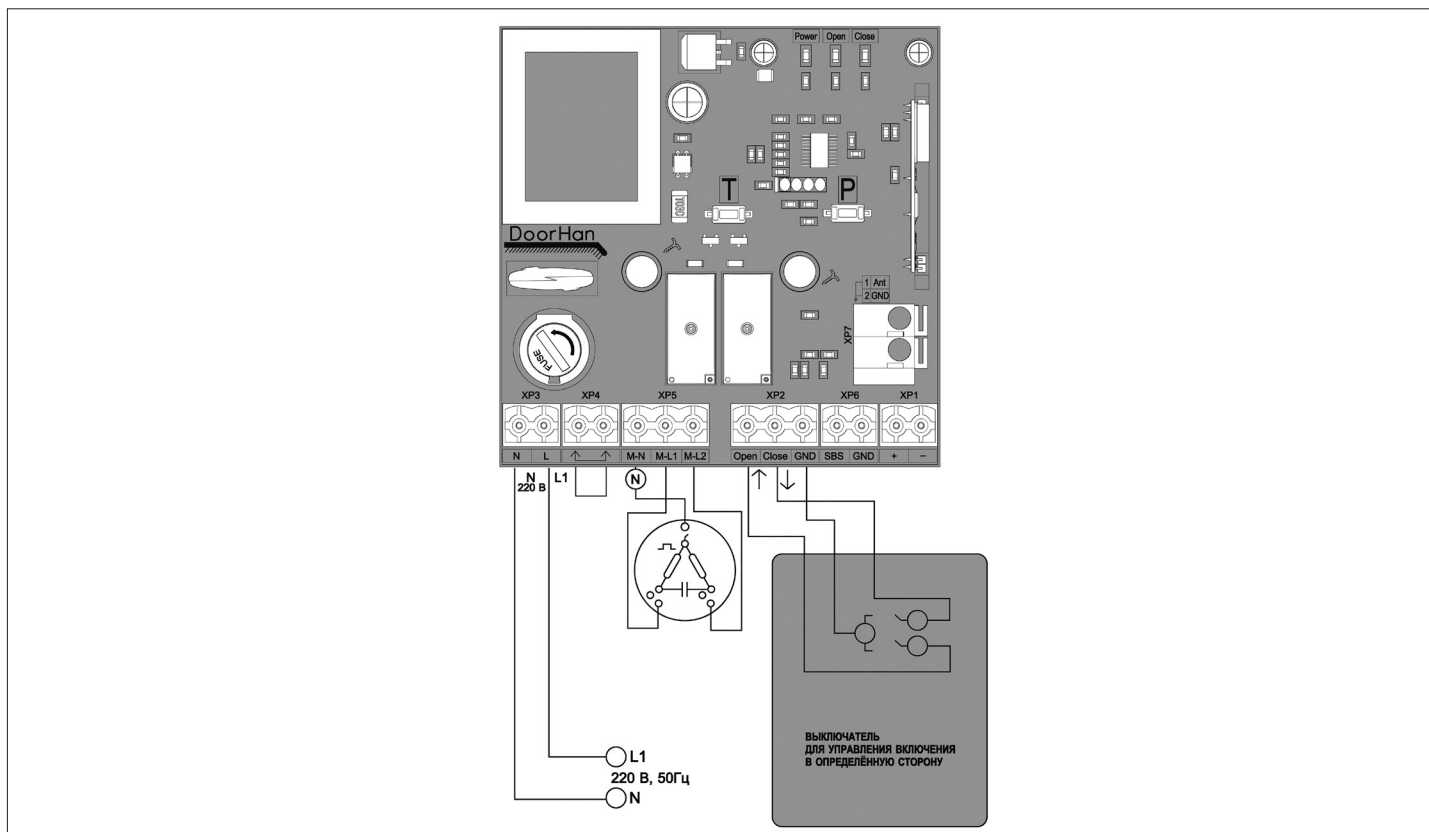

Рис. 1. Схема подключения двигателя рольставни к DoorHan CV01
3. Выполните электрическое подключение согласно схеме (рис. 1, 2, 3).
Таблица 3. Назначение контактов (рис. 1, 2, 3)